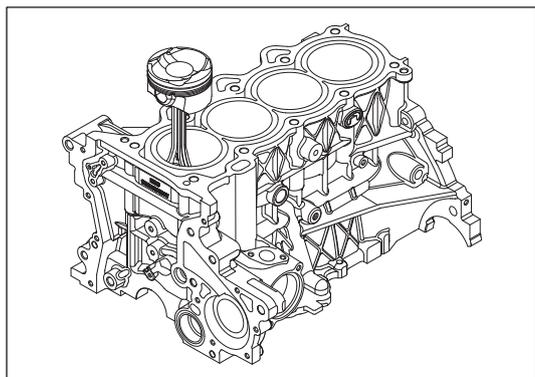

Рис. 13-2-2. Разборка шатуна поршня
- (1) Снятие шатуна поршня и вкладыша головки шатуна
- б) Установить подходящий инструмент в отверстие цилиндра со стороны коленчатого вала и осторожно ударить по торцу соединения корпуса шатуна и по крышке шатуна, чтобы извлечь шатун из блока цилиндров. Вынуть шатун из блока цилиндров, как изображено на рис. 13-2-2.